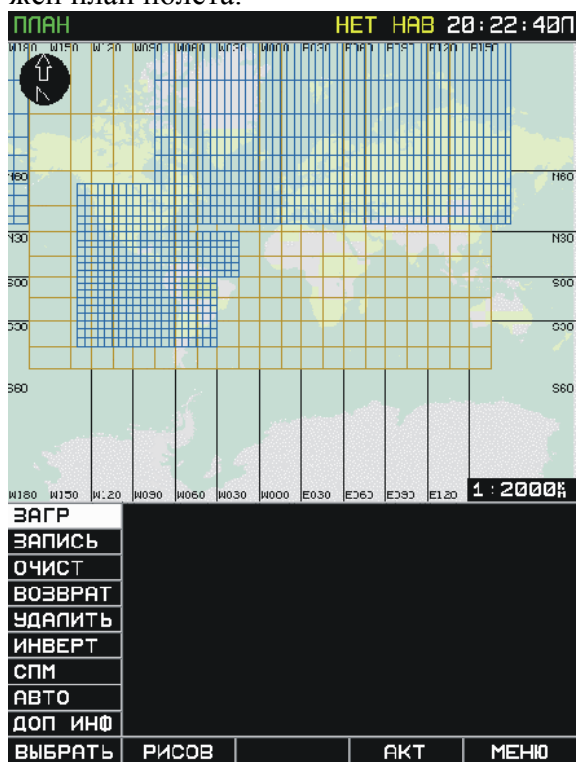

Рис. 92. Вид дисплея при вызове функции ЗАГРУЗИТЬ
1. Вызвать режим МЕНЮ нажатием кнопки **МЕНЮ**, на странице выбрать режим ПЛАН нажатием кнопки **ПЛАН**. На дисплее появиться страница ПЛАН (Рис. 92).
2. Нажать кнопку **ВЫБРАТЬ**, над транспарантом кнопки появиться всплывающее меню доступных операций с планом полета. **Внимание! При выполнении данной операции с активным планом полета (в процессе выполнения полета по маршруту) необходимо выбрать строку ОЧИСТ – ОЧИСТИТЬ ПЛАН ПОЛЕТА и нажать кнопку ВЫБРАТЬ!** Подсветить, используя манипулятор курсора, строку **ЗАГР** и нажать кнопку (Рис. 92).